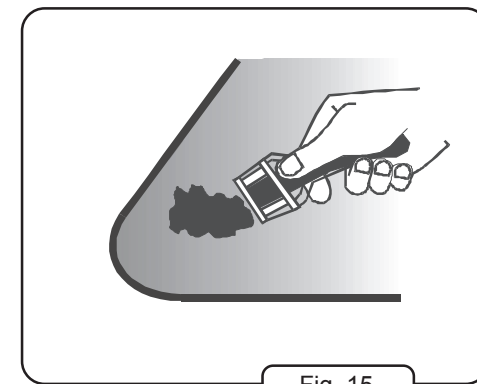

Fig. 15
- Para eliminar restos de alimentos utilice una espátula de madera o un rascador especial (fig. 15), prestando atención para no rayar la superficie de la placa.